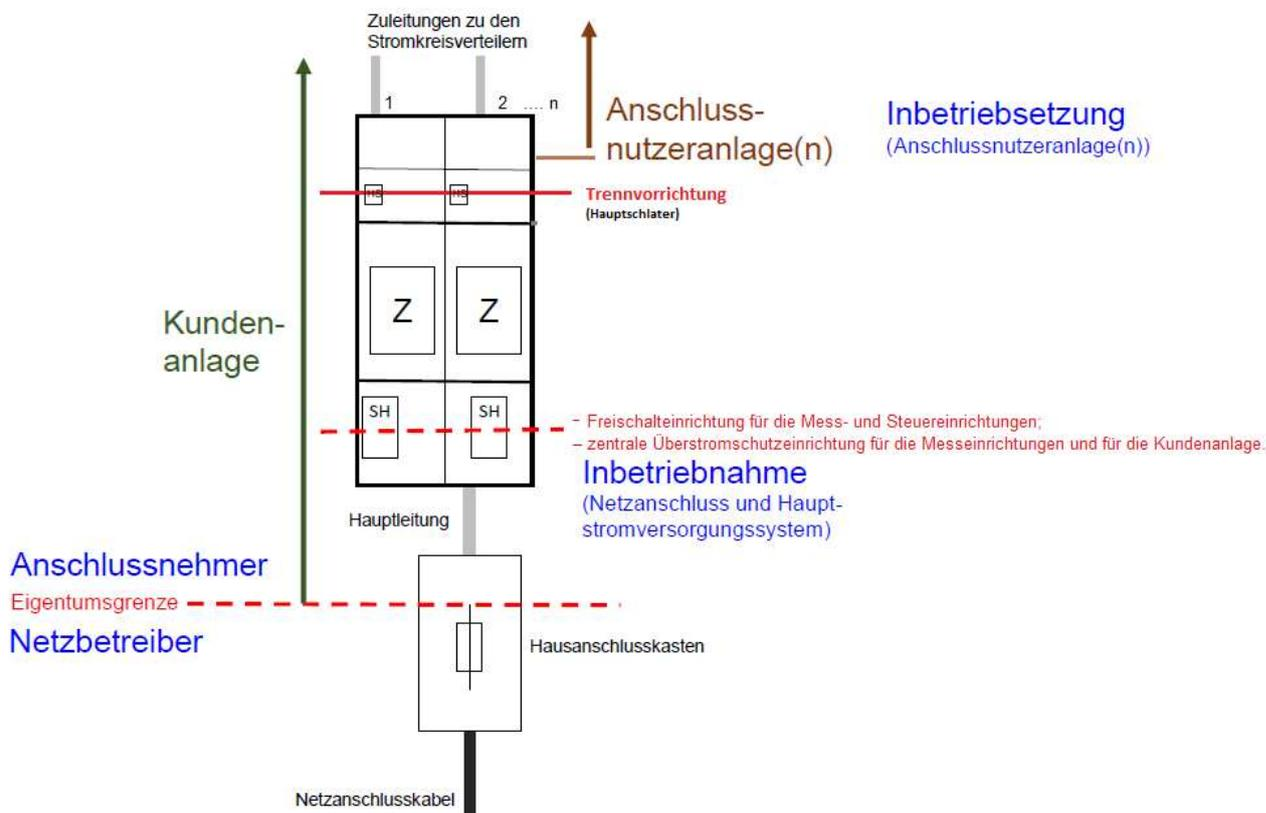

Abbildung 2: schematische Darstellung der Begriffe Inbetriebnahme / Inbetriebsetzung sowie Kundenanlage / Anschlussnutzeranlage
- (4) Die Trennvorrichtung nach § 14 NAV ist gemäß Abb. 2 anzuordnen. Für Direktmessungen sind die Vorgaben in Kapitel 7.5 der VDE-AR-N 4100 für die technische Ausführung und Funktionalitäten der Trennvorrichtung umzusetzen.